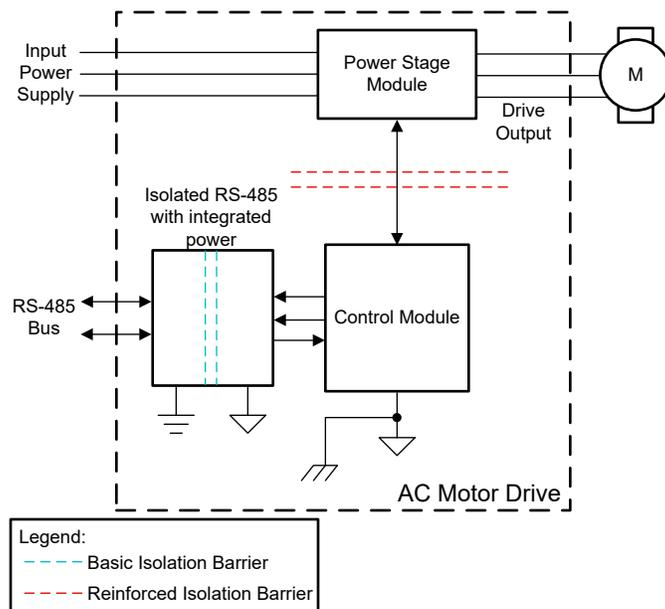

図 6. AC モーター・ドライブの一般的なブロック図
- AC モーター・ドライブ:** 交流 (AC) モーター・ドライブは、図 6 に示すような構成です。この場合、RS-485 インターフェイスの通信相手であるプログラマブル・ロジック・コントローラ (PLC) は、数千メートルも離れている可能性があります。AC ドライブの制御モジュールのグラウンドと、PLC 上のバス側グラウンドとの間に、大きなグラウンドの電位差が存在する可能性があります。この場合、グラウンド・ループによって通信が破壊されることを防止するために、トランシーバを絶縁する必要があります。ISOW14xx は、多くの場合に絶縁型 RS485 インターフェイスにしか絶縁型電源を必要としないため、このような外部通信の使用事例に最適なデバイスです。基板面積の削減と簡素化に加えて、PROFIBUS のサポートにより SNR が向上し、ノイズ耐性が高くなります。また、ESD 保護機能が内蔵されているため、TVS ダイオードをバスから取り除くことができます。